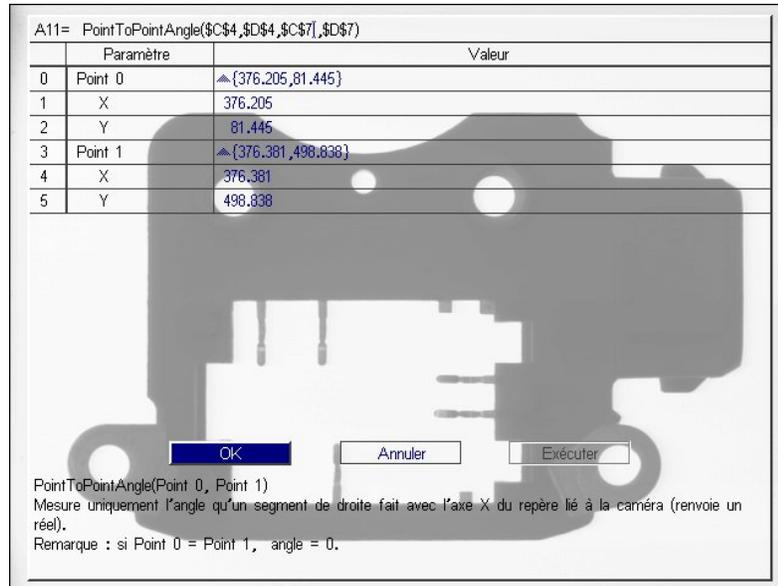

Figure 9-8. Feuille de propriétés PointToPointAngle
3. Sous **Géométrie**, sélectionnez **PointToPointAngle** dans la sous-catégorie **Measure** pour ouvrir la feuille de propriétés PointToPointAngle (voir Figure 9-8).